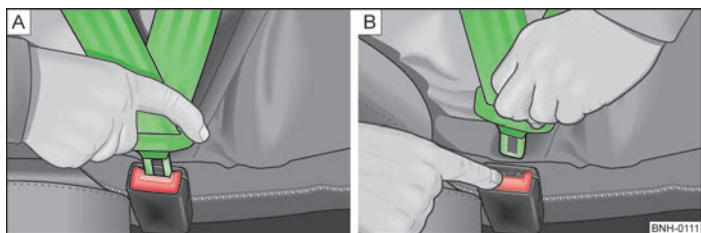

Fig. 96 Fixarea sau desfacerea centurii de siguranță
- Introduceți clema de fixare în catarama aferentă a centurii de siguranță » fig. 96 - [A] până când se fixează cu un clic.
- Apăsăți tasta de culoare roșie de pe catarama centurii » fig. 96 - [B], lamela de fixare sare afară.